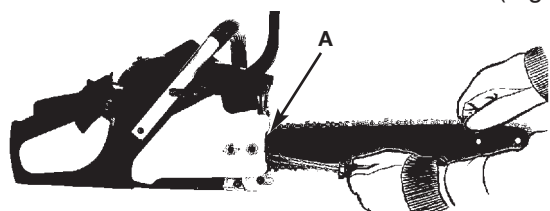

Fig. 28
1. Afloje la tuerca de la barra, entonces sostenga la nariz de la barra guía hacia arriba y dé vuelta al tornillo de ajuste (D) en DIRECCION DE LAS MANECILLAS DEL RELOJ para incrementar la tensión de la cadena. Dando vuelta al tornillo en DIRECCION CONTRARIA DE LAS MANECILLAS del reloj reducirá la suma de la tensión de la cadena. Asegúrese que la cadena se amolde ordenadamente todo el camino alrededor de la barra (Fig. 28).